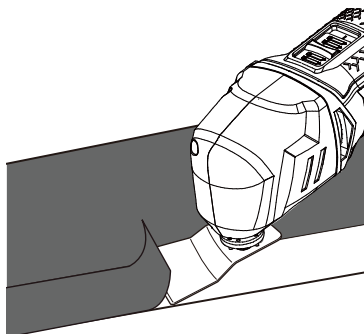

Fig. 17
- > Ligue a ferramenta antes de colocar o raspador (7) na peça de trabalho.
- > Mova a ferramenta para a frente a uma velocidade constante (Fig. 17).